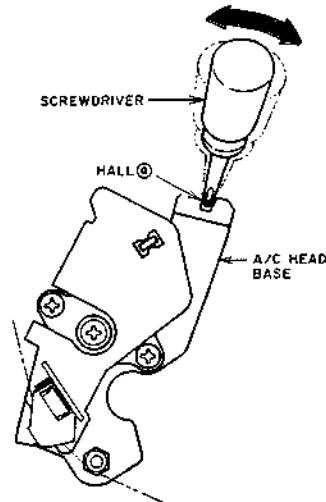

Fig. 5-8
- 4) Insert a sharpness screwdriver into A/C HEAD BASE and hall \textcircled{a} as shown in Fig. 5-8.
- 5) Move the A/C HEAD base by moving a screwdriver in the directions of the arrow as shown in Fig. 5-8 to obtain the maximum RF output.
- 4) Introduire le bout d'un tournevis dans l'orifice \textcircled{a} (HALL \textcircled{a}) de la base de la TETE A/C (A/C HEAD BASE) de la manière illustrée à la Fig. 5-8.
- 5) Déplacer la base de la TETE A/C (A/C HEAD BASE) en déplaçant le tournevis dans le sens indiqués par la double flèche, de la manière illustrée à la Fig. 5-8, de manière à obtenir une enveloppe RF maximale.